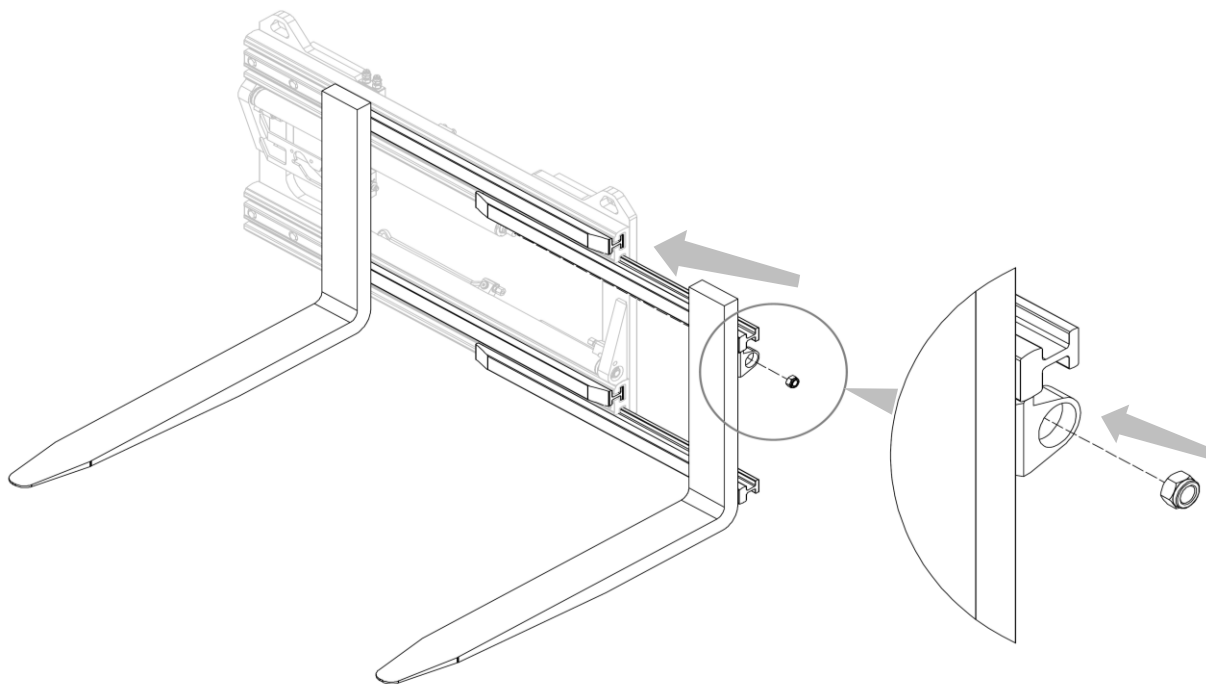

Figura 13
2. Inserire le forcelle, con le relative forche saldate sulle stesse, e attraverso l’apposito dado, vincolarle ai cilindri (vedi *Figura 13*).